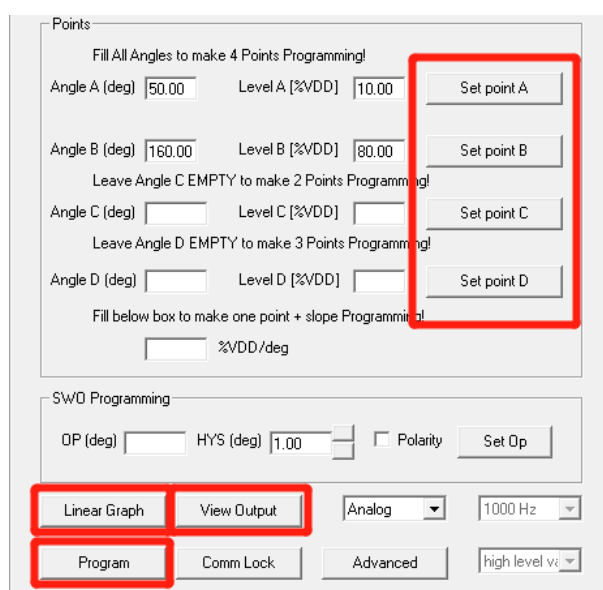

图 6.1.6 编程操作界面
5、图 6.1.6，将磁铁（传感器）角度置于需要编程的第一个位置，稳定后点击 Set Point A 按钮读取当前芯片角度值，并显示在 Angle A 中，当前读出芯片角度为 50.00°；再将磁铁（传感器）角度置于要编程的第二个位置，待稳定后点击 Set Point B 按钮读取当前芯片角度值，并显示在 Angle B 中（160.00°），手动设置编程的位置芯片需要输出的电压百分比的值，写入 Level A（10%）及 Level B（80%）中，即可完成芯片编程参数设置。图中为通用的两点编程模式，若需要做更高的三点或四点编程，则依次使用 Set point 按钮设置编程角度值，并填写对应的电压值即可。（注：若为两点编程，需要将 C、D 编程区域框中的数据清除，如上图 6.1.6；